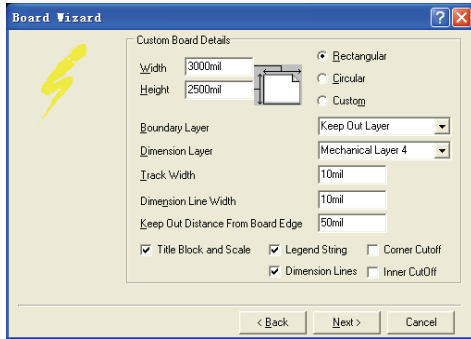

图 6-17 自定义板卡的参数设置
4) 如果选择了“Custom Made Board”，则单击“Next”按钮后，系统将弹出如图 6-17 所示的对话框，在该对话框中可以设定板卡的相关属性，具体如下。